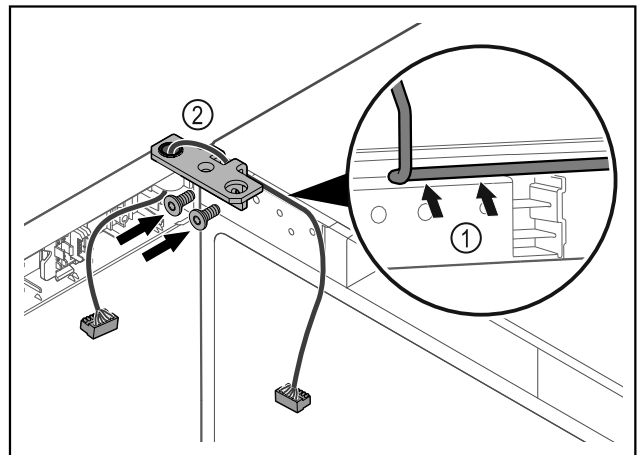

Fig. 42
- ▶ Кабель провести через виїмку шарнірного кутика і обережно прокласти Fig. 42 (1).
- ▶ Накрутити шарнірний кутик Fig. 42 (2).